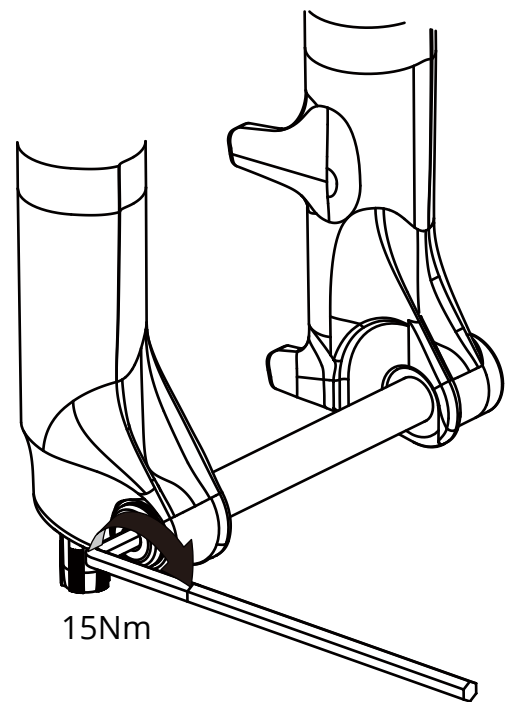

Figura 3
3. Apriete el eje pasante con una llave Allen de 6 mm al valor de par estándar de 15 Nm (Figura 3)